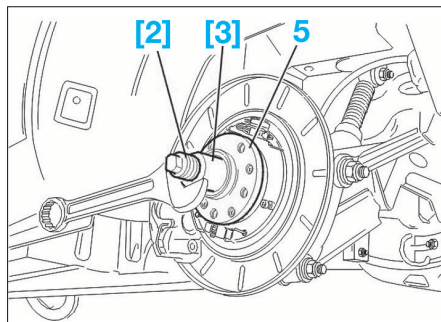

FIG. 51
- visser le manchon guide [2] équipé du moyeu roulement sur la fusée (Fig.51).